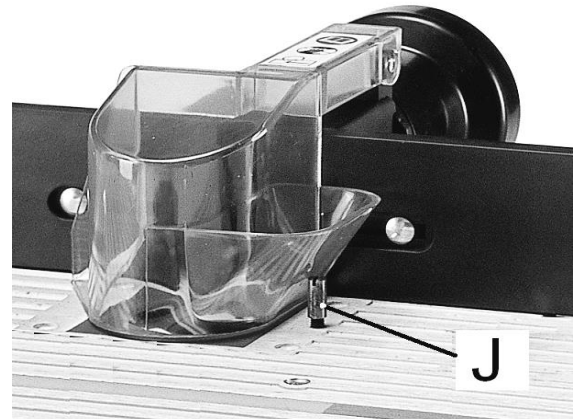
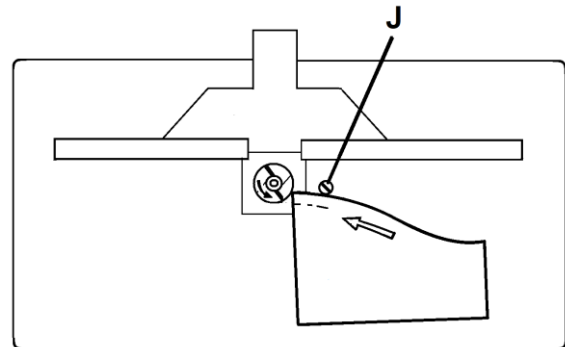

Fig 20
Fig 21
Fräsen geschweifter Konturen (Fig 20, Fig 21):
Montieren Sie den Anschlagstift (J, Fig 20) am Maschinentisch. Starten Sie die Bearbeitung indem Sie das Werkstück am Anschlagstift (J) entlang führen, bis es am Kugellager des Fräasers anliegt.